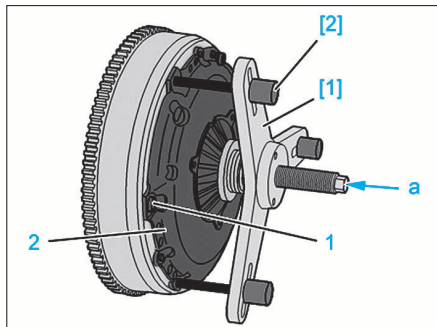

FIG. 1
- Déposer 3 vis (1) (Fig.1).
- Reposer le mécanisme (2) (Fig.1).
- Positionner les outils [1] et [2] sur le mécanisme d'embrayage (2).
- Visser les 3 tiges de maintien [2] en lieu et place des vis (1).
- Reposer les 3 vis (1), puis les serrer à  $2 \pm 0,2$  daN.m.
- Dévisser la vis "a" de l'outil [1] de quelques tours pour détendre le mécanisme d'embrayage (2).
- Poser les vis (1) restantes puis serrer à  $2 \pm 0,2$  daN.m.